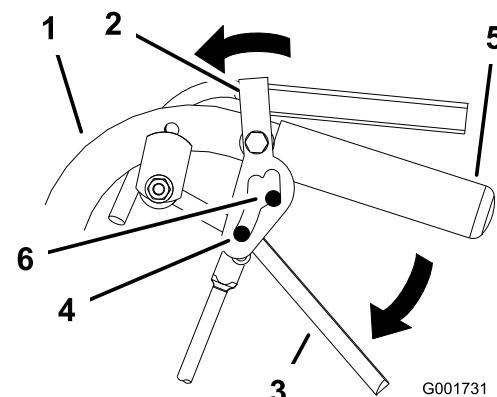

**Figure 10**
2. Placez les pouces sur la partie supérieure des verrous et ramenez-les en arrière jusqu'à ce que les ergots soient à la position point mort (Figure 10).